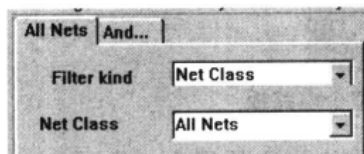

图 10-70 规则范围设置为指定的网络类
- **Net Class:** 指定网络类。选择此项后，规则适用范围为指定的一类网络类，可在 Net Class 下拉列表中选择网络名称，如图 10-70 所示。